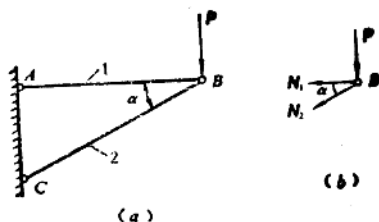

图 1.12
1.12 图1.12所示结构中, 两杆材料相同, 横截面面积之比 $\frac{A_1}{A_2} = \frac{2}{3}$, B 铰处作用铅垂向下的载荷 P , 试求当两杆内的应力相等时夹角 α 的数值。